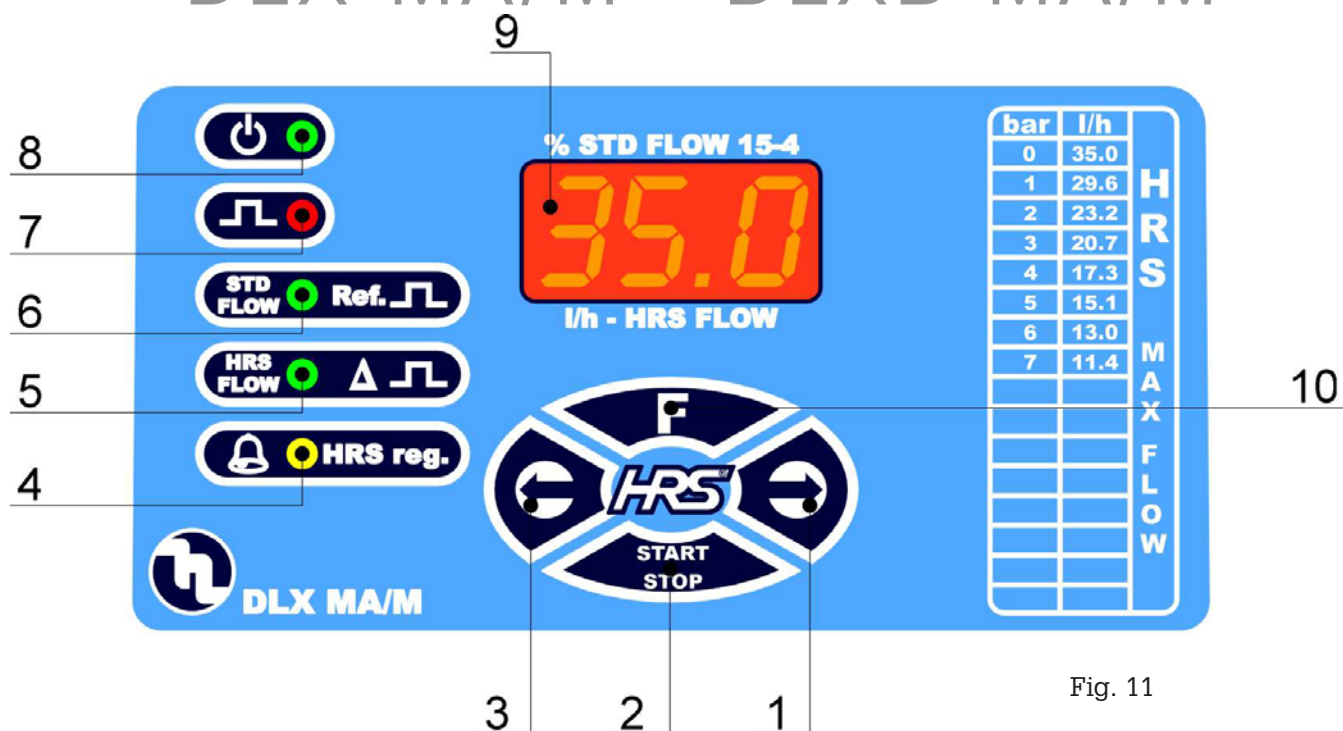

Fig. 11
3. pressione simultaneamente as duas setas esquerdas e direita (ver fig.11 teclas 3 e 1) por um segundo; o valor indicado no visor começará a piscar;
4. actuando novamente nas setas esquerda e direita, altera-se tal valor com a medida, pressionando a tecla Start/Stop (ver fig.11 tecla 2) confirma-se o dado; a bomba arranca novamente memorizando o mesmo.
6.1 - COMANDOS (Fig. 11)